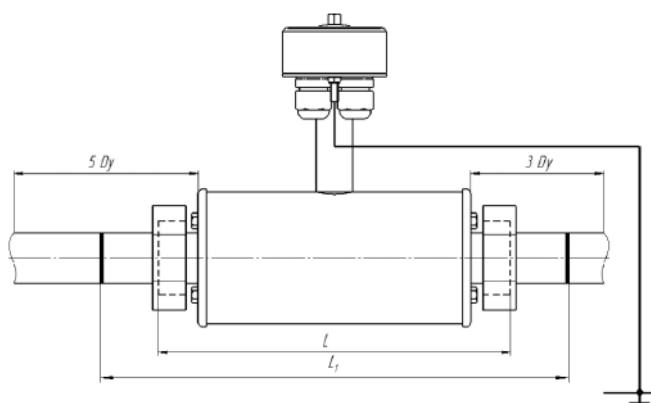

Рисунок 9 – Монтаж первичного преобразователя пищевого исполнения на трубопровод
Перед установкой первичного преобразователя пищевого исполнения обеспечить возможность изменения монтажного размера (L) движением трубы не менее 20 мм (см. рис. 9).